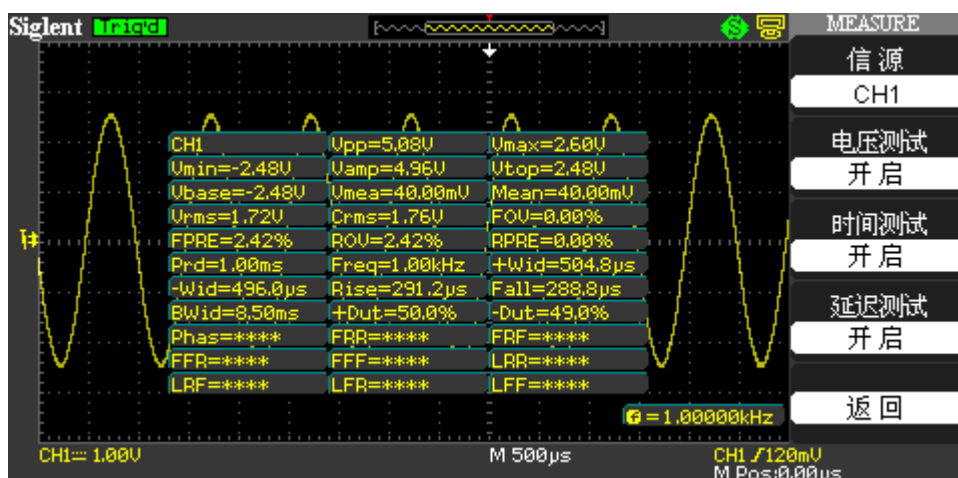

图 2-50 全部测量
1. 按【SAVE/RECALL】按钮，并选择类型为【设置存储】。如图 2-50 所示。